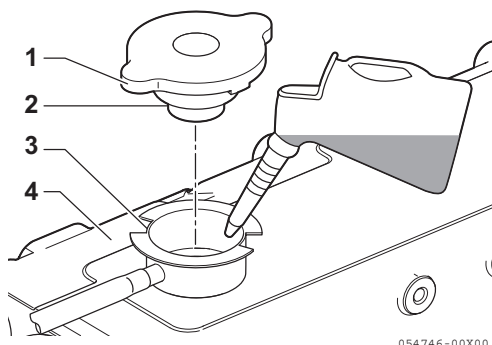

Figure 14
3. Versez lentement le liquide de refroidissement dans le réservoir (**Figure 14, (4)**) pour éviter les bulles d'air. Remplissez jusqu'à ce que le liquide de refroidissement déborde du port de remplissage.
4. Alignez les languettes du bouchon de remplissage (**Figure 14, (2)**) avec les encoches du port de remplissage (**Figure 14, (3)**) et serrez fermement le bouchon de remplissage (**Figure 14, (1)**).